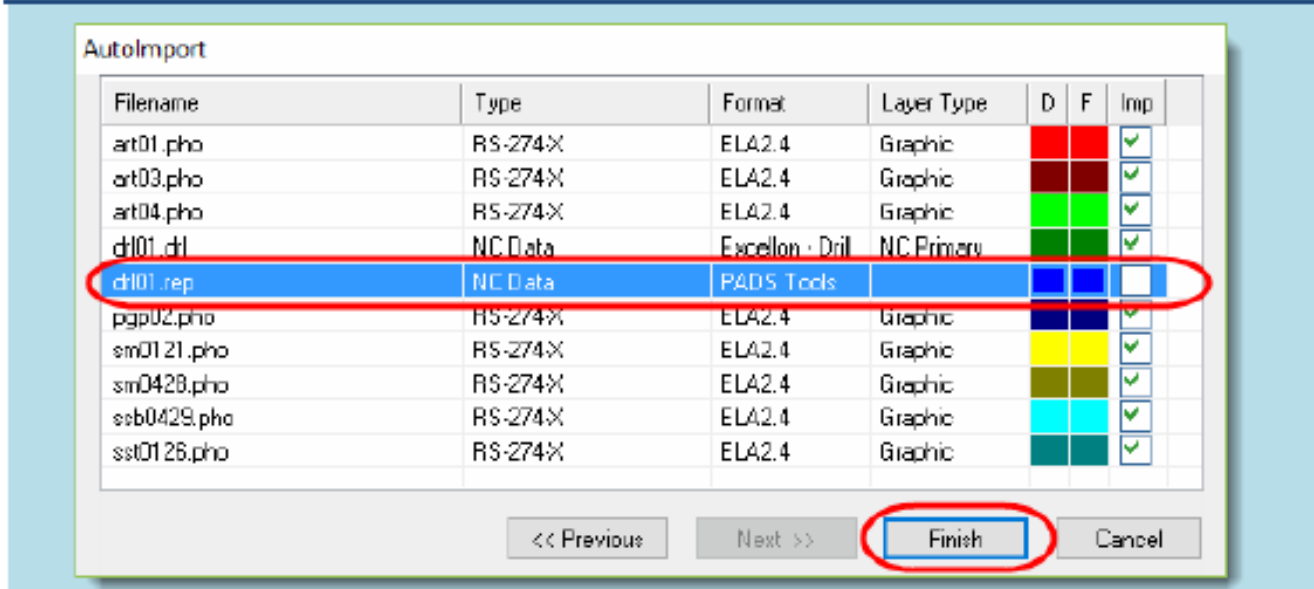

Рис. 13.2 Результаты сканирования файлов
4. Система проведет сканирование и преобразование всех имеющихся в указанной директории файлов и выведет результаты в виде таблицы **Autoimport**, показанной на рис. 13.2.